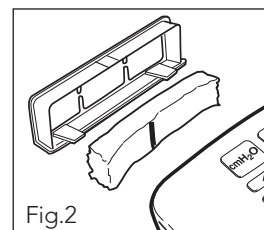

Fig.2
- Remplacer l'ancien filtre par un filtre neuf. La ligne verticale noire doit faire face à l'appareil (Fig.2).